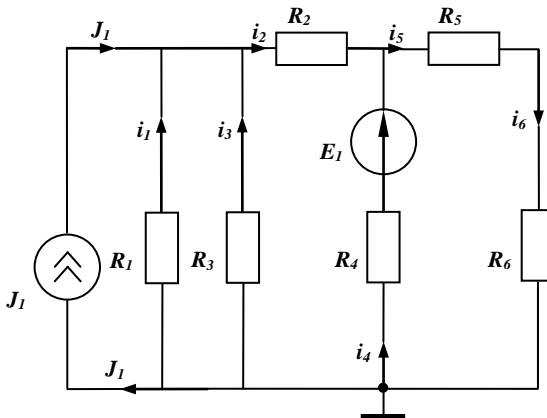
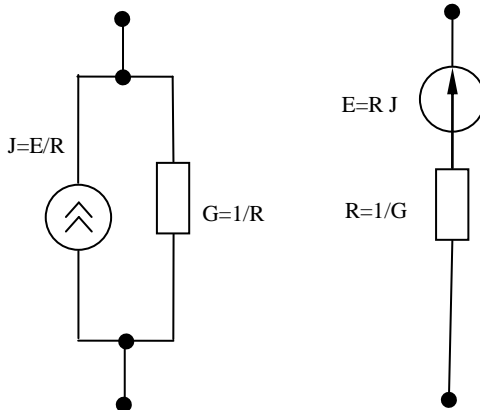
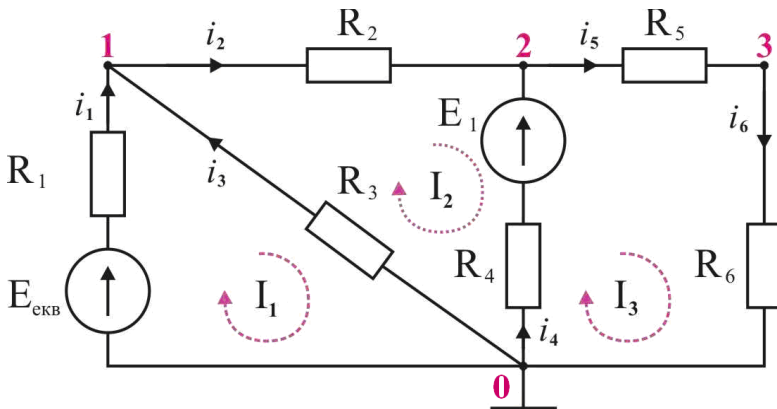
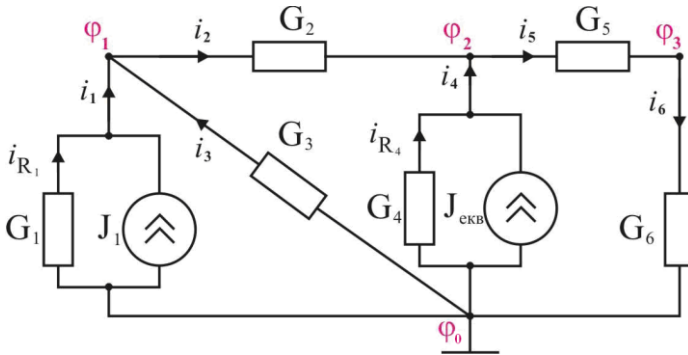

Рисунок 2.1 – Схема електричного кола
Рисунок 3.1 – Взаємозв'язок параметрів джерела струму і джерела
Рисунок 3.2 – Схема електричного кола
Рисунок 4.1 – Схема електричного кола
Досліджувана електрична схема взята з лабораторної роботи №1 та приведена на рис.2.1. Граф схеми побудовано на рис. 2.1, де жирними лініями зазначено дерево графа.
Припустимими елементами для методу є опори R та джерела напруги E . Тому перед аналізом ланцюга необхідно провідності G замінити опорами ($R=1/G$), а джерела струму замінити джерелами напруги відповідно до схеми на рис. 3.1.
Досліджувана електрична схема наведена на рис. 2.1. Згідно з перетворенням на рис. 3.1, схема буде мати вигляд, указаний на рис. 3.2.
1. Якщо електрична схема містить джерело струму, то проводять її перетворення в джерело напруги за схемою, яку наведено на рис. 3.1. Провідності замінюють опорами.
Припустимими елементами для методу є джерела струму та провідності. Тому перед аналізом ланцюга необхідного опору R замінити провідностями ($G = 1/R$), а джерела напруги замінити джерелами струму в відповідності зі схемою на рис. 3.1.
Приклад аналізу схеми методом вузлових потенціалів. В схемі (див. рис. 2.1) згідно з наведеним на рис. 3.1 перетворенням замінюємо джерело напруги джерелом струму. Опори замінюємо провідностями. В результаті електрична схема перетвориться до схеми, що зазначено на рис. 4.1